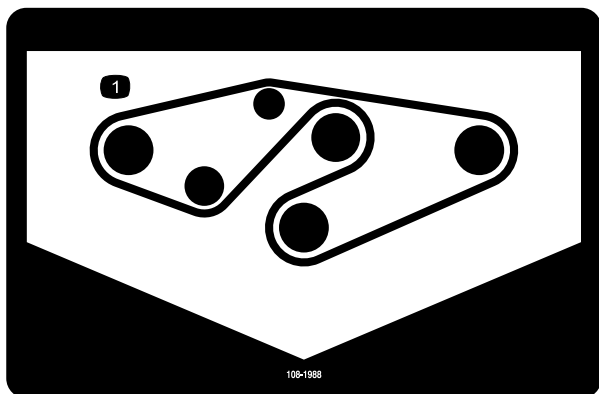

Figura 35
- Coloque a nova correia nas polias da barra superior e na estrutura da polia intermédia, como se mostra em Figura 35.